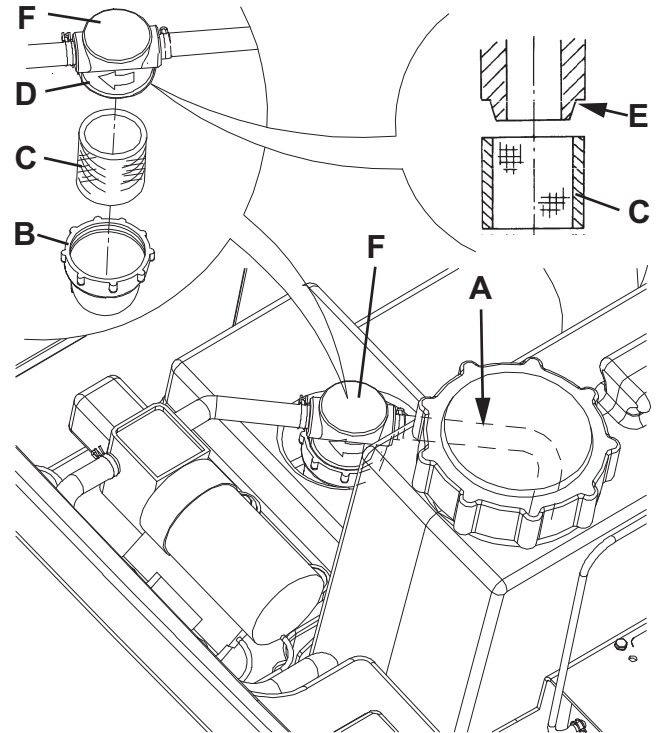

Рис. 10
2. Поверните ключ зажигания (80) в положение «0».
3. Откройте крышку (22) и проверьте, что бачок для отработанной воды (21) пуст, иначе опорожните его с помощью сливного шланга (16).
4. Возьмитесь за ручку (41) и осторожно поднимите бачок (40).
5. Слегка приподнимите шланги (А, Рис. 10), затем отверните прозрачную крышку (В) на узле фильтра чистой воды (F) и вытащите сетку фильтра (С). Очистьте и установите их на стойке (D).